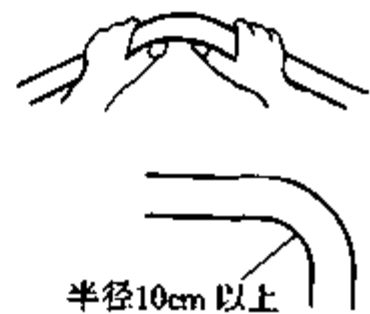

图 7-23 弯曲管道
- (1) 管道的连接在室内侧开始进行。临时进行整形后,可在室外机组附近进行长度调整。
- (2) 整理管道应用左右手的拇指,一点点地进行弯曲整形。
- (3) 整形管道时,应尽可能形成大的半径(半径为 10cm 以上),如图 7-23。
- (4) 管道连接部(室内机组的管道连接部或室内机组管道和室外机组管道)在中间连接的部分中,制冷运转时易产生结露现象,故务必卷紧隔热材,防止结露。
(5) 将室外机组安装在屋顶上等处(比室内机组高)时,高低差应确保“安装说明书”所记载的尺寸。(一般应尽量避免出现室内机低于室外机的情况)
(6) 配管与室内外机连接时,所使用的扳手应规范,要求用一把呆扳手(死扳手)和一把力矩扳手。使用死扳手不会将螺母边角损坏,而使用力矩扳手时,力矩值已事先定好,不至因用力过小而产生泄漏,也不致因用力过大而损坏喇叭口。